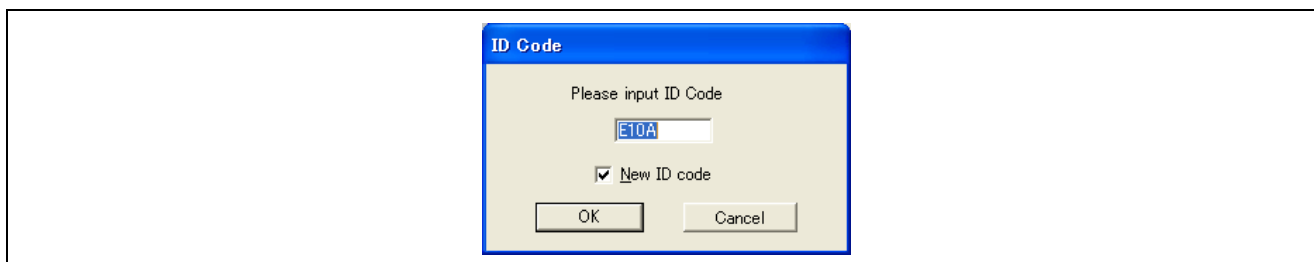

図9 [ID code]ダイアログボックス
- (12) システムクロックを入力後、図 9に示すIDコードの入力を求めるダイアログが表示されます。初期値 (E10A)のまま、[OK]ボタンをクリックします。